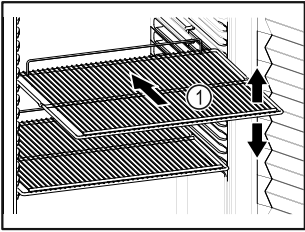

Fig. 59 Primjer izgleda
- Ako su rešetke za polaganje Fig. 59 (1) pomične, prilagodite ih po visini.